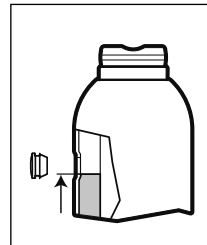
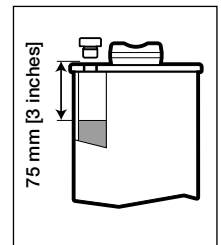

Abb. 6 – Ölstand alle Modelle mit Ausnahme von GBJ-100
Abb. 7 – Ölstand nur Modell GBJ-100
3. e Modelle mit Ausnahme von GBJ-100: Füllen Sie Öl bis zum oberen Rand des Öfülllochs ein. Siehe Abb. 6.
4. Nur Modell GBJ-100: Füllen Sie Öl bis ca. 75 mm [3 inch] unter dem Öfüllloch ein. Siehe Abb. 7.
ACHTUNG: NICHT ZU VIEL ÖLEINFÜLLEN! Bei vollständig zurückgezogenem Druckkolben und Heber in aufrechter Position sollte der Ölstand nicht höher als in Abb. 6 oder Abb. 7 dargestellt sein (je nach Ihrem Hebermodell).